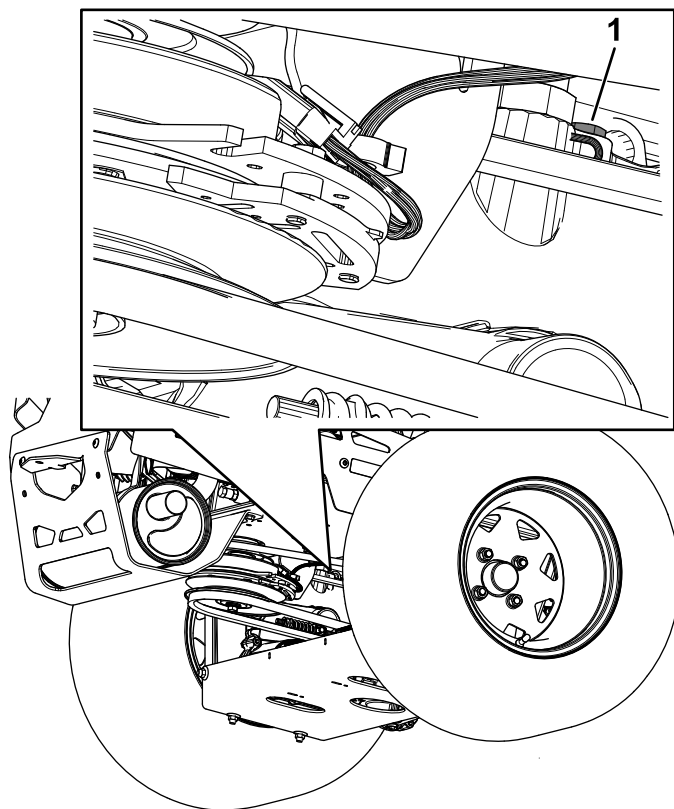

Figure 83
- **Système hydro ZT 5400 :** utilisez une clé de 7/16 pouce pour accéder au bouchon d'aération par le dessous de la machine (Figure 83).